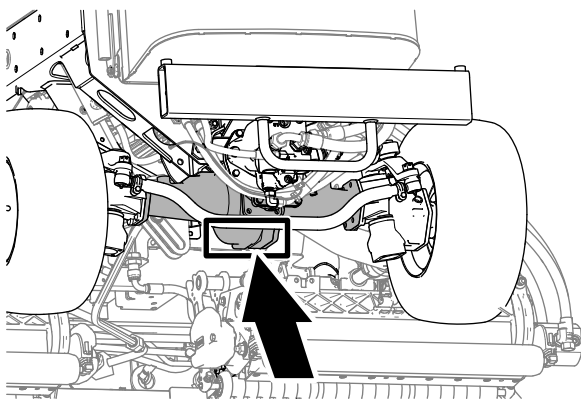

Figure 111
- Arrière de la machine – au centre de l'essieu (Figure 111).